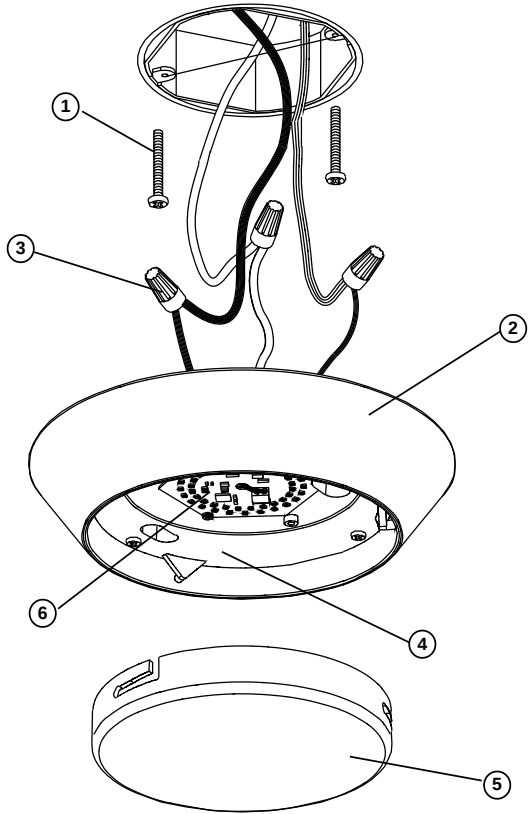

Figure 1
Utiliser les serre-fils pour connecter le fil noir de l'appareil au fil noir d'alimentation et le fil blanc (neutre) de l'appareil au fil blanc d'alimentation. Voir la figure 1.
4. Hold the fixture Fixture Housing (2) firmly and connect the green ground wire from the fixture to the bare copper ground wire from the junction box using a Wirenut (3). (If house wiring does not include a ground wire, consult your local electrical code for approved grounding methods).
5. Use Wirenuts (3) to connect the black fixture wire to the black power supply wire and the white (neutral) fixture wire to the white power supply wire. See Fig 1.
6. Hold Fixture Housing (2) in one hand and with the other hand position wires up into junction box.
7. Align keyholes on back of Fixture Housing with screws previously installed in junction box. Lift fixture up, rotate clockwise and tighten screws to secure Housing Assembly against ceiling. See Fig 1.
8. Lift Diffuser (5) up to housing assembly aligning slots on diffuser with tabs on barrier lens (4). Twist diffuser (5) clockwise until secure. See Fig 1.
4. Sostenga el ensamblaje de la Carcasa del luminario (2) firmemente y conecte el alambre verde de conexión a tierra del luminario al alambre de cobre descubierto de conexión a tierra de la caja de ensambladura usando una Tuerca de Alambre (3). (Si el alumbrado de la casa no incluye un alambre de conexión a tierra, consulte su código eléctrico local para métodos aprobados de hacer tierra).
5. Use Capuchones de Alambres para conectar el alambre negro de la luminaria al alambre negro suplidor de electricidad y el alambre blanco (neutral) de la luminaria al alambre blanco suplidor de electricidad. Vea Fig. 1.
8. Levante el difusor (5) hasta la altura del conjunto de la carcasa y alinee las ranuras del difusor con las lengüetas en las lentes de barrera (4). Gire el difusor (5) a la derecha hasta que quede fijo.Vea Fig. 1